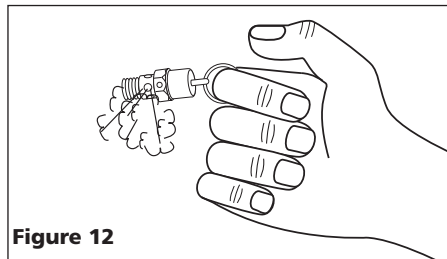

Figure 12
- b. Porter des lunettes de sécurité, tirer l'anneau sur la soupape de sûreté pour dégager la pression du réservoir du compresseur. Il faut se protéger de l'air se déplaçant rapidement et pouvant être dégagé, ne permettez pas à l'air se déplaçant rapidement d'être dirigé vers votre visage (Voir la Figure 12).